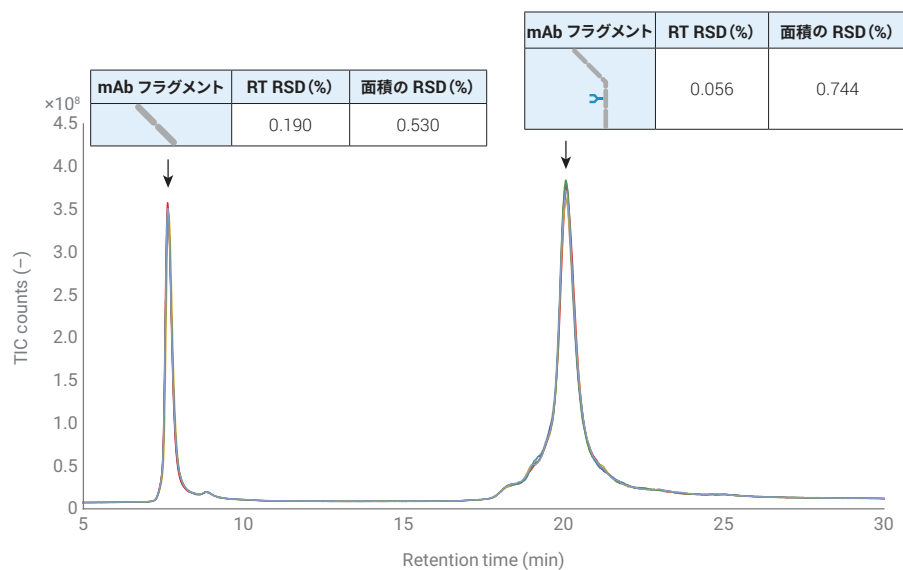

図 2. NISTmAb を還元することによって得られる重鎖および軽鎖フラグメントを分析した相対リテンションタイムと面積精度 (RSD, n = 7)
製造から品質管理までの製造プロセス全体でバイオ医薬品を分析する場合、LC システムで分析可能な最高の性能が要求されます。mAb フラグメントの分析に関する 1290 Infinity II Bio LC の性能を評価するために、NISTmAb を DTT で完全に還元して H および L フラグメントを生成しました。図 2 に、7 回の連続注入における相対リテンションタイムと面積の相対標準偏差 (RSD) を示します。これにより、1290 Infinity II Bio LC と 6545XT AdvanceBio LC/Q-TOF の組み合わせにおいて、リテンションタイムと面積精度が優れており、mAb フラグメントの緩やかなグラジエントでの分析に最適であることがわかります。LC メソッドが、勾配 0.32 および 0.55 % B/min の 2 つの直線グラジエントで構成されている場合でも、リテンションタイムの RSD 値は 0.190 % (L) および 0.056 % (H)、面積精度の RSD 値は 0.530 % (L) および 0.744 % (H) と低く抑えられています。